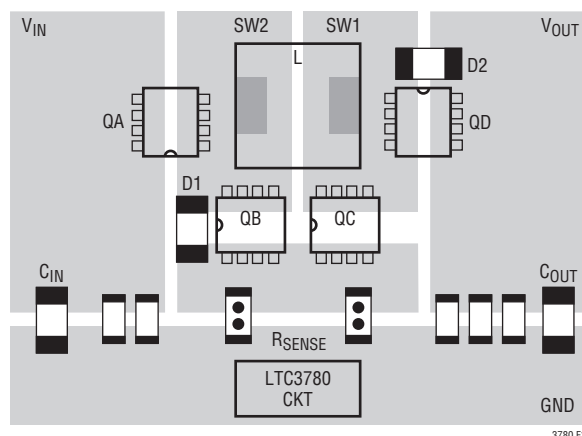

図10. スwitchのレイアウト
- $C_{IN}$ 、スイッチA、スイッチBおよびD1を一箇所に密集させて配置します。 $C_{OUT}$ 、スイッチC、スイッチDおよびD2を一箇所に密集させて配置します。図10に1つのレイアウトの例を示します。